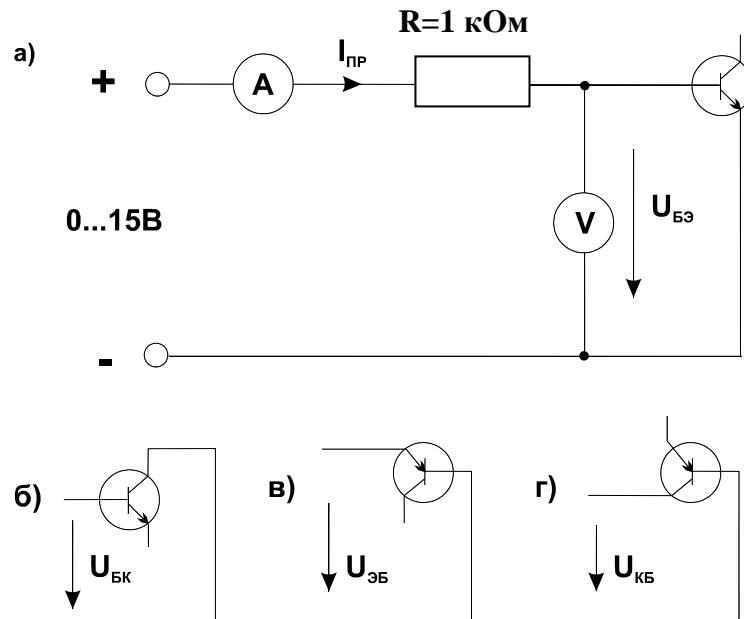

Рис. 4.1.2
- Соберите цепь согласно схеме (рис. 4.1.2а).
- Измените схему в соответствии сначала с рис. 4.1.2б, затем 4.1.2в и 4.1.2г и повторите все измерения.
- Прodelайте этот с остальными **p-n** переходами согласно схеме на рис. 4.1.2 при обратной полярности источника питания.